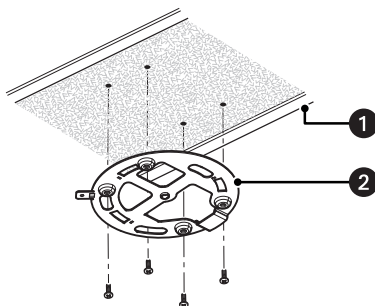
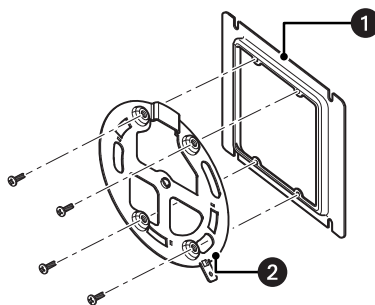

Figura 6. Montagem na superfície do acessório da câmera
Figura 7. Montando o acessório da câmera em uma caixa de junção 4 x 2
1. Monte o acessório da câmera (fornecido) na superfície de montagem usando os quatro parafusos Phillips (fornecidos). O torque de aperto recomendado é 0,78 N·m (0,58 lbf·pé). Consulte Figura 6 na página 20 para informações sobre instalações em parede ou teto; consulte Figura 7 na página 21 para informações sobre caixa de junção 4 x 2.